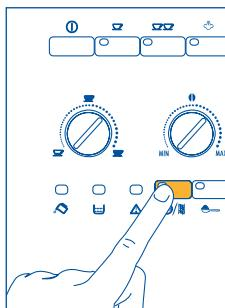

Fig. 14
1) Hvis du, med én gang maskinen er tent, ber om en kopp med liten mengde kaffe (mindre enn 60 cc), bruk det varme skyllevannet for å varme koppene (se rådet i avsnitt 4.3, punkt 5). Hvis det derimot er gått mer enn to-tre minutter før du ber om en ny kaffe, må du forvarme trakteren ved å trykke på tasten ☕ (fig. 14). La så vannet renne ned i oppsamlingsskålen under, eller bruk dette vannet for å fylle opp (og tøm